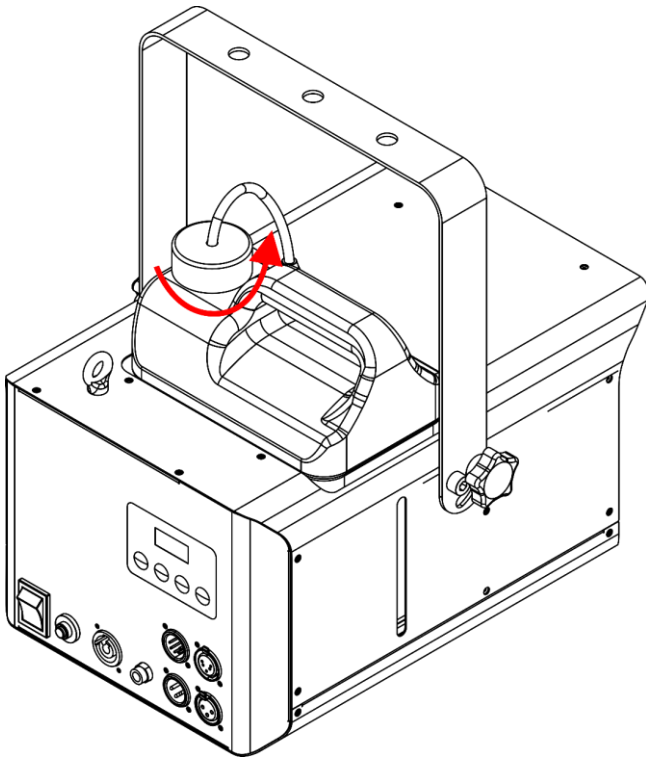

Abb. 08
- 02) Schrauben Sie den Deckel des Flüssigkeitstanks ab, wie in Abb. 08 gezeigt.